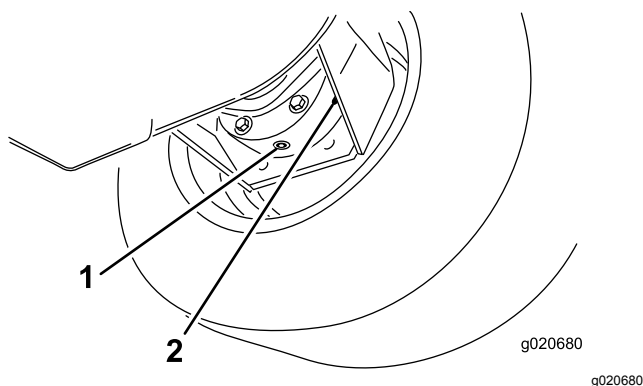

Figura 83
3. Mettete una bacinella sotto la scatola del freno, togliete il tappo di spurgo e lasciate defluire l'olio (Figura 83).